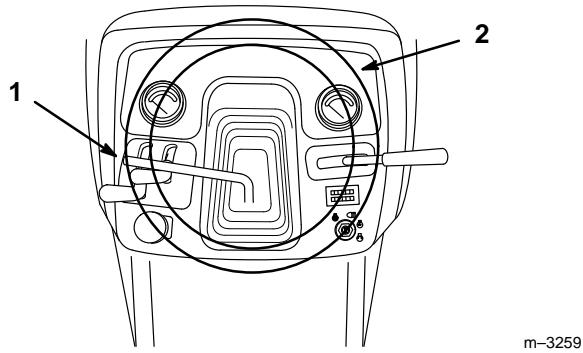

Figure 20
1. Soulever le levier de réglage pour débloquer l'inclinaison du volant (Fig. 20).